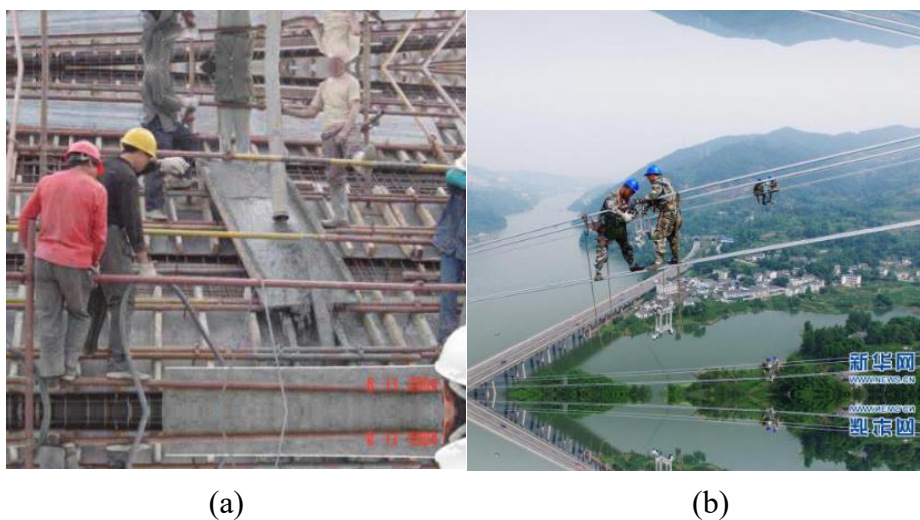

图 1 数据集检测图例
- 检测难度大：实际使用时，拍摄相机的取图会选择广度大，焦距长的相机，因此图像中的目标通常较小，干扰较大，如图 1 所示为数据集中随机一张图片的示例。